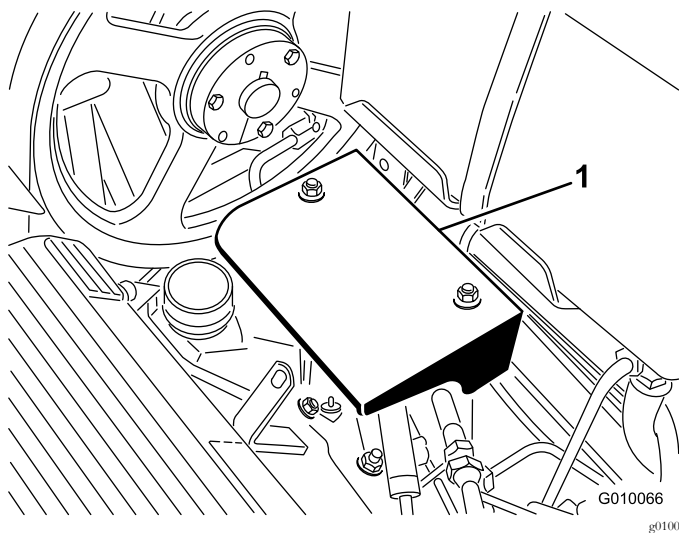

图56
3. 拆下2个泵护罩安装螺母取下护罩 图56。
3. 拆下 2 个泵护罩安装螺栓取下护罩图56。